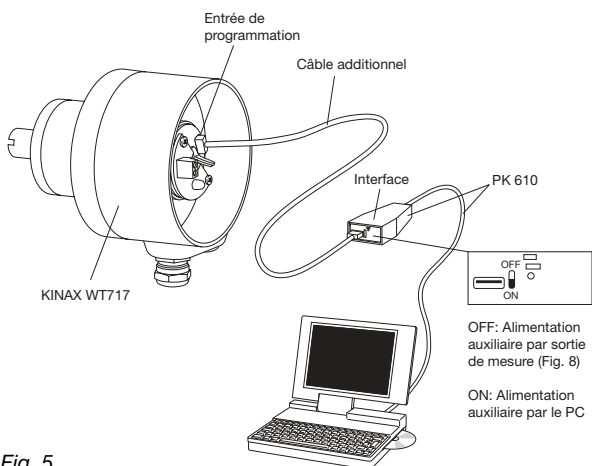
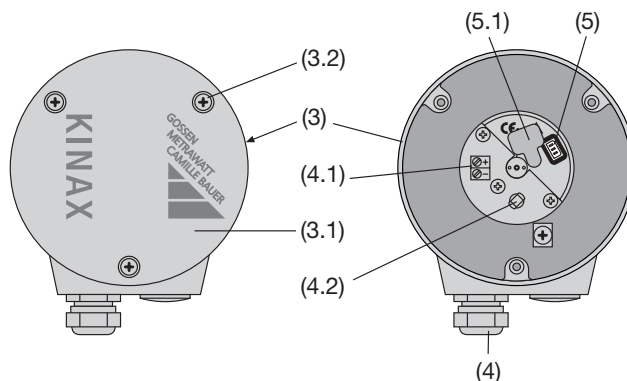

Fig. 5
Fig. 7. Partie arrière (3) avec bornes (4.1) et presse-étoupes (4).
1. Enlever le couvercle (3.1 Fig. 7). En enlevant le cache en caoutchouc (5.1) le connecteur de programmation (5) devient accessible (voir chapitre «7.1 Raccorder les lignes»). Raccorder le KINAX WT 717 selon Fig. 5 à l'équipement de programmation. Démarrer le logiciel 2W2. Configurer, si nécessaire, le convertisseur avec les caractéristiques désirées.
1. Mettre en service le convertisseur de mesure et le raccorder à l'équipement de programmation selon Fig. 5 (commutateur AUX du PK 610 sur OFF).